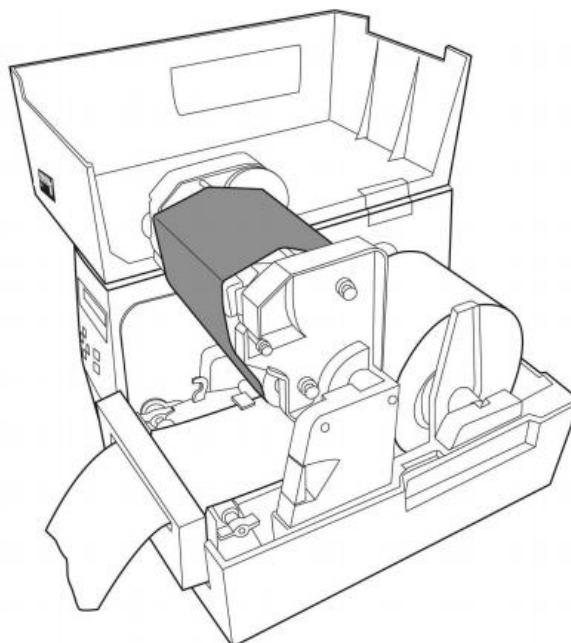

Рисунок 15
7. Пропустите носитель (ленту) через валик, а затем протяните его через слот режущего модуля (Рисунок 15).